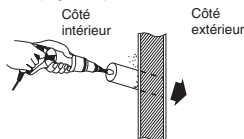

Fig. 3-35
- (4) Avec une scie sauteuse, une scie à guichet ou un accessoire de carottage monté sur perceuse, faire un trou dans le mur. (Fig. 3-35)